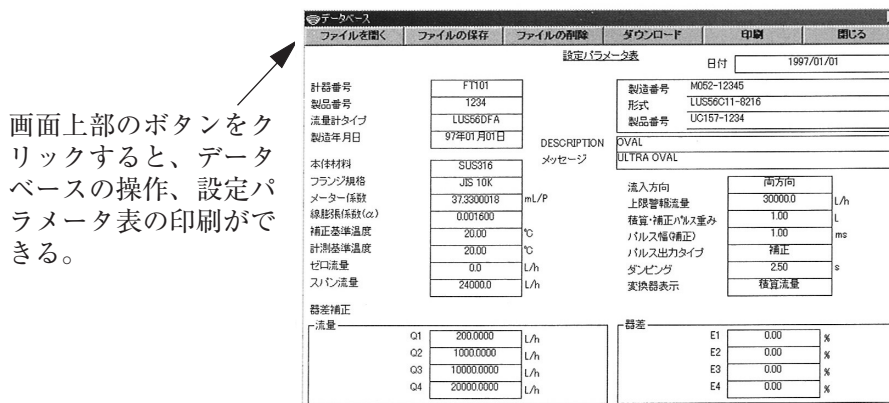

図54
- ② 図54のようなデータベース画面(設定パラメータ表)が現れ、現在接続している流量計のパラメータが表示されます。
※なお、これらのデータベースの操作は、図54、60のデータベース画面上部のボタンをクリックして行うことも可能です。